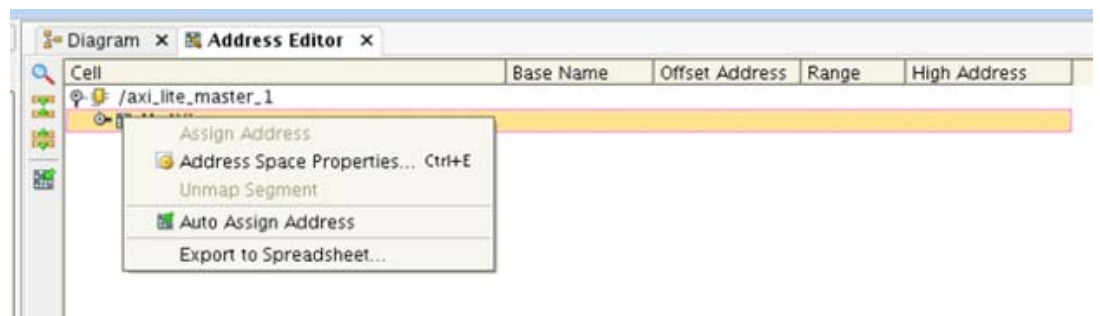

図 37 : Address Editor で axi_lite_master の [Auto Assign Address] を選択
14. M_AXI をクリックし、右クリックして [Auto Assign Address] を選択します (図 37)。axi_lite_slave の AXI アドレスが選択されます。